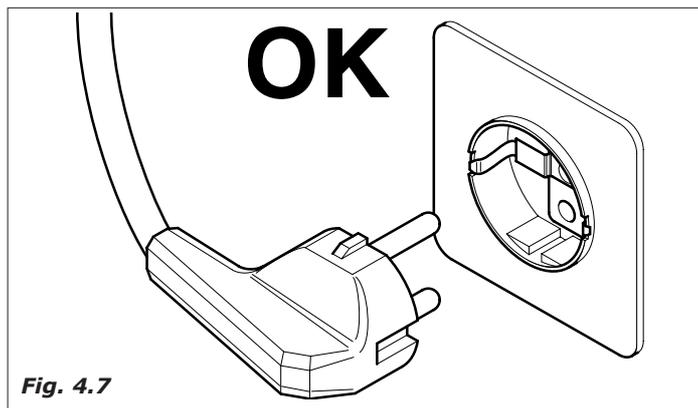

Fig. 4.7
- El distribuidor está dotado de un cable de alimentación H05VV-F 3x1,5 mm², con clavija SCHUKO (Fig.4.7).